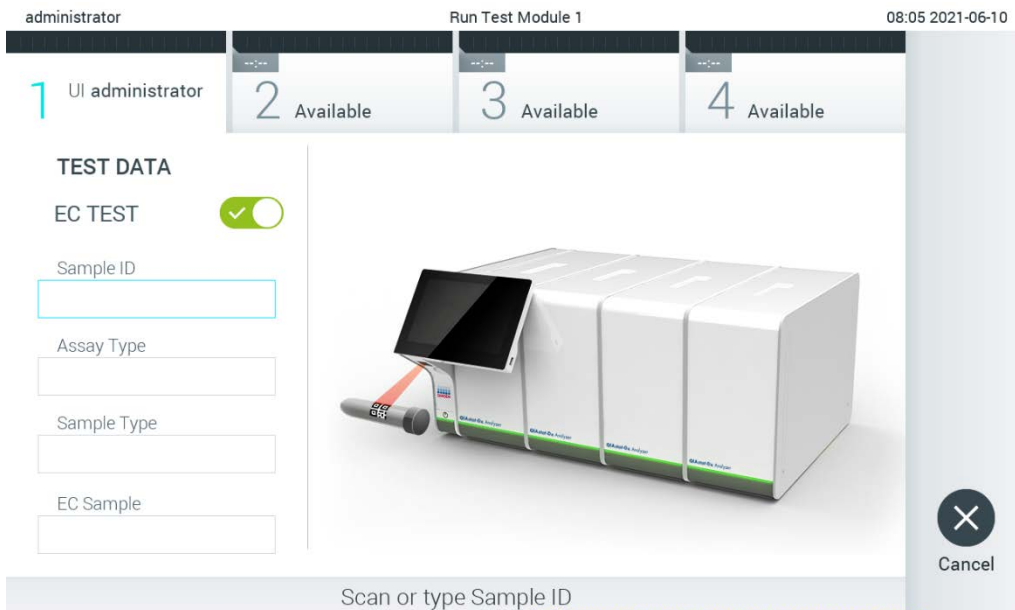

Figura 88. Acționarea butonului de comutare EC Test (Testare EC) pentru activarea unei testări EC.
2. Acționați butonul de comutare EC Test (Testare EC) (Figura 88).
3. Atunci când vi se solicită acest lucru, scanați codul de bare pentru ID-ul probei, folosind cititorul de coduri de bare integrat în Modulul operațional (Figura 88).